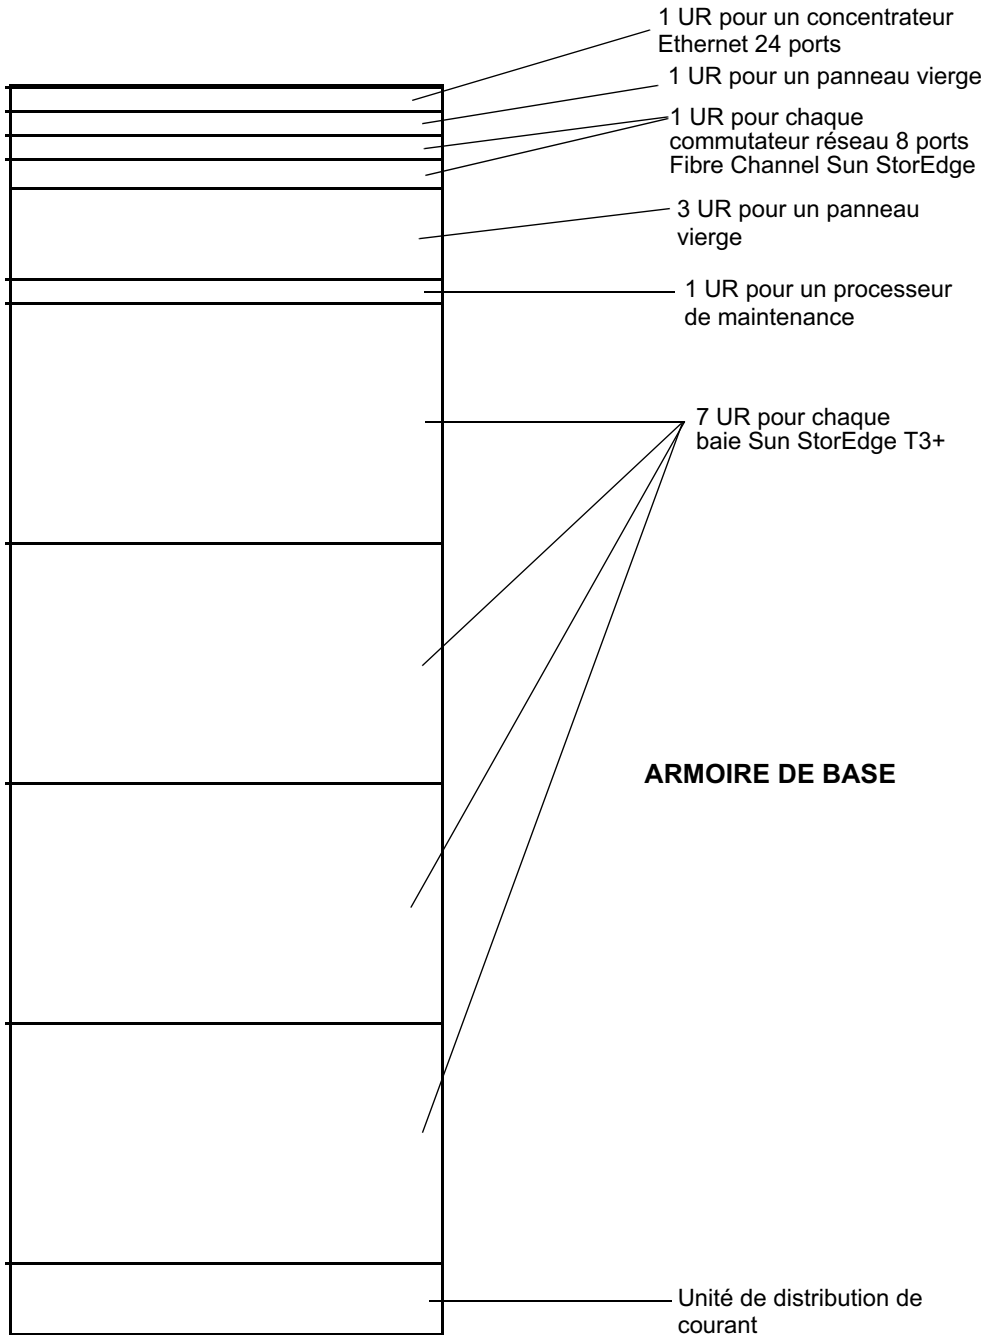
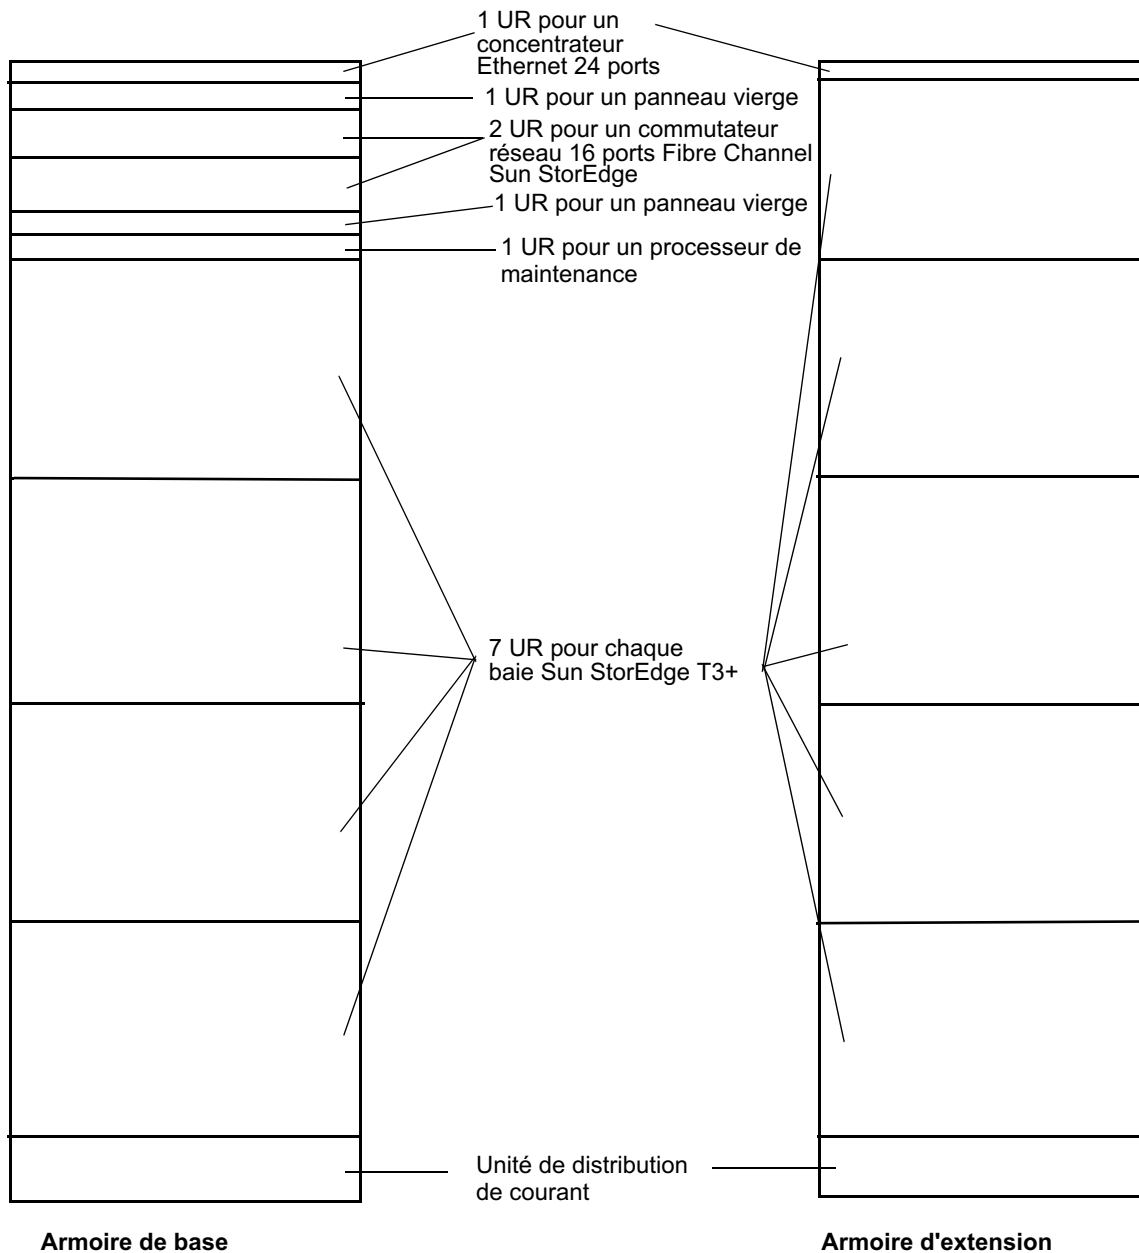
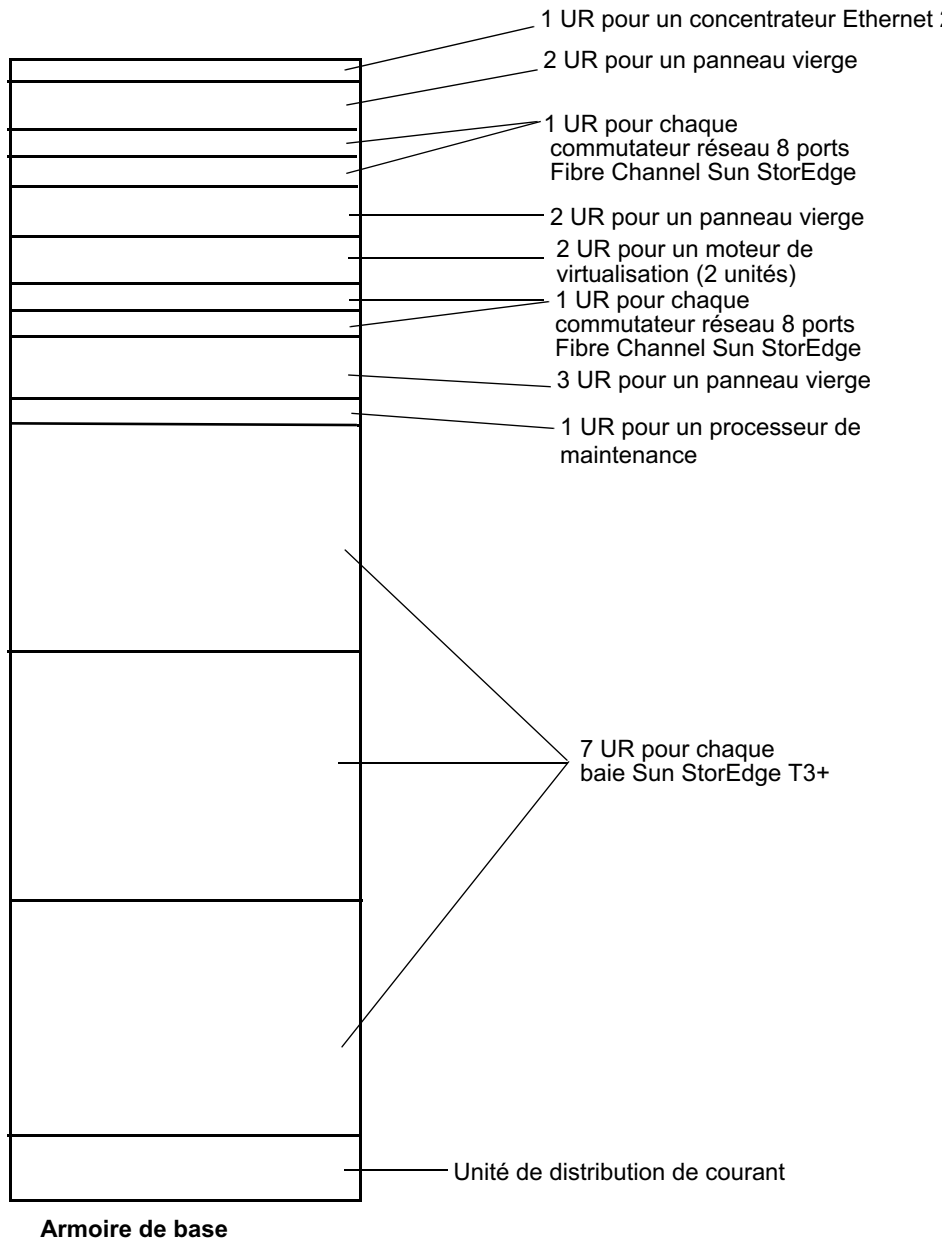
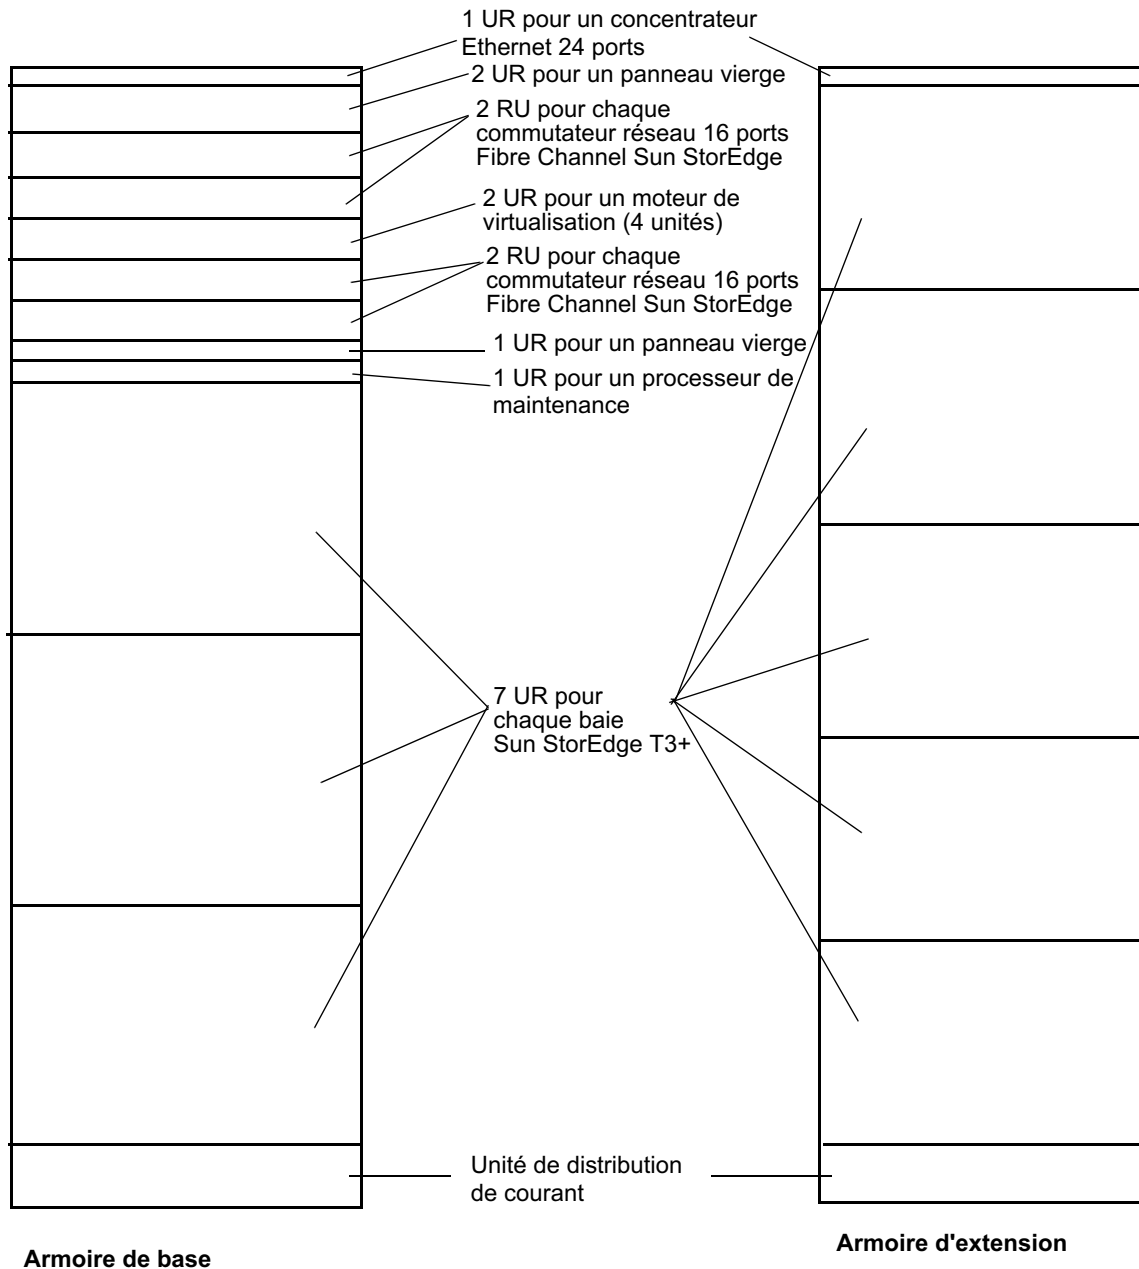

FIGURE 6-1 Emplacement des FRU sur le système de stockage Sun StorEdge 3910
FIGURE 6-2 Emplacement des FRU sur le système de stockage Sun StorEdge 3960
FIGURE 6-3 Emplacement des FRU sur le système de stockage Sun StorEdge 6910
FIGURE 6-4 Emplacement des FRU sur le système de stockage Sun StorEdge 6960
L'emplacement du montage des FRU dans les systèmes de stockage Sun StorEdge, séries 3900 et 6900, est indiqué dans les FIGURE 6-1, FIGURE 6-2, FIGURE 6-3 et FIGURE 6-4. Les emplacements sont définis par le nombre d'unités de racks (UR) occupées par une FRU ou un panneau vierge.